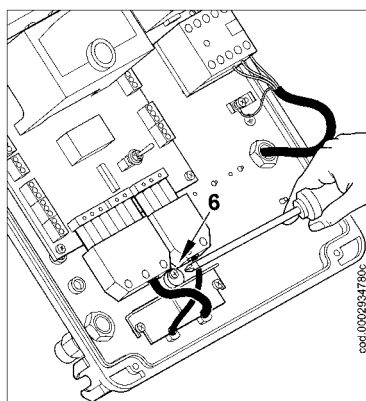

Figura 3
3) Volver a poner la plaquita sujeta cables como indica la figura 3. Girar la excéntrica (6) de manera que la plaquita ejerza una adecuada presión en los dos cables y luego apretar los tornillos que sujetan la plaquita. Por último conectar las dos clavijas de 7 y 4 polos.